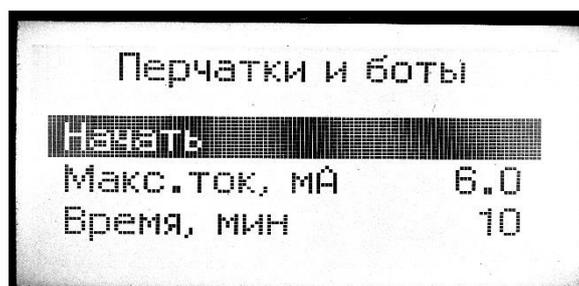
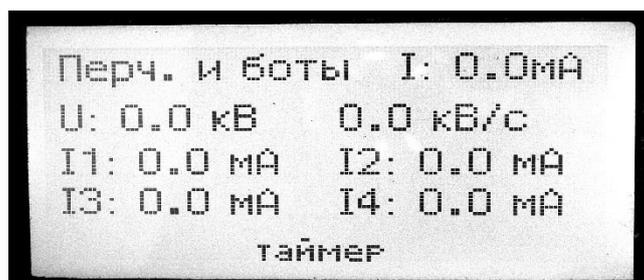

Рис. 8.20
Рис. 8.21
8.5.9 Для сохранения выбранных настроек, необходимо нажать кнопку «СОХРАНИТЬ НАСТРОЙКИ». При этом настройки сохраняются и при отключении питания блока управления. При повторном включении блока управления в режиме «Перчатки и боты» стенд будет готов к работе с сохранёнными ранее настройками (вид экрана см. рис. 8.20)
8.5.10. После установки настроек следует активизировать строку «НАЧАТЬ» (рис. 8.20) и нажать кнопку «ВЫПОЛНИТЬ», при этом автоматически включится звуковой сигнал, красный свет и т.д. Вид экрана приведен на рис. 8.21.
**ВНИМАНИЕ!** Кнопка «СОХРАНИТЬ НАСТРОЙКИ» позволяет оператору во всех режимах работы стенда, сохранять выбранные величины максимального тока нагрузки и время срабатывания таймера (для режима «ПЕРЧАТКИ И БОТЫ»). Сохранение следует производить нажатием кнопки «СОХРАНИТЬ НАСТРОЙКИ» после выбора тока нагрузки и времени срабатывания таймера (для режима «ПЕРЧАТКИ И БОТЫ»). Настройки будут сохранены и при отключении стенда от сети. При последующих включениях стенд будет начинать свою работу с главного меню во всех режимах, за исключением режима «ПЕРЧАТКИ И БОТЫ». Если оператор эксплуатировал стенд в режиме «ПЕРЧАТКИ И БОТЫ» и выполнил операцию сохранения настроек, то при последующем включении стенда он начнет свою работу со странички настройки – рис. 8.20.